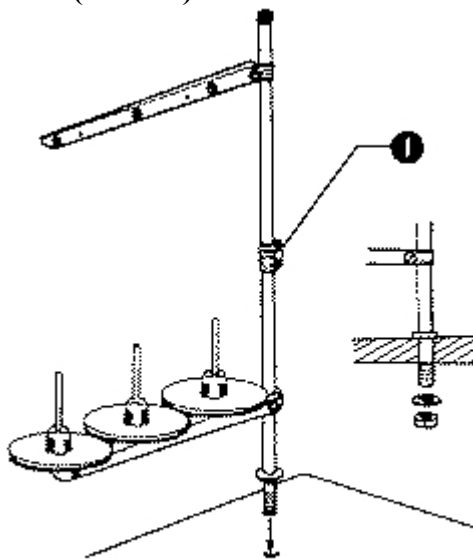

рис. 16
8. Установка бобинодержателя. (Рис. 16)